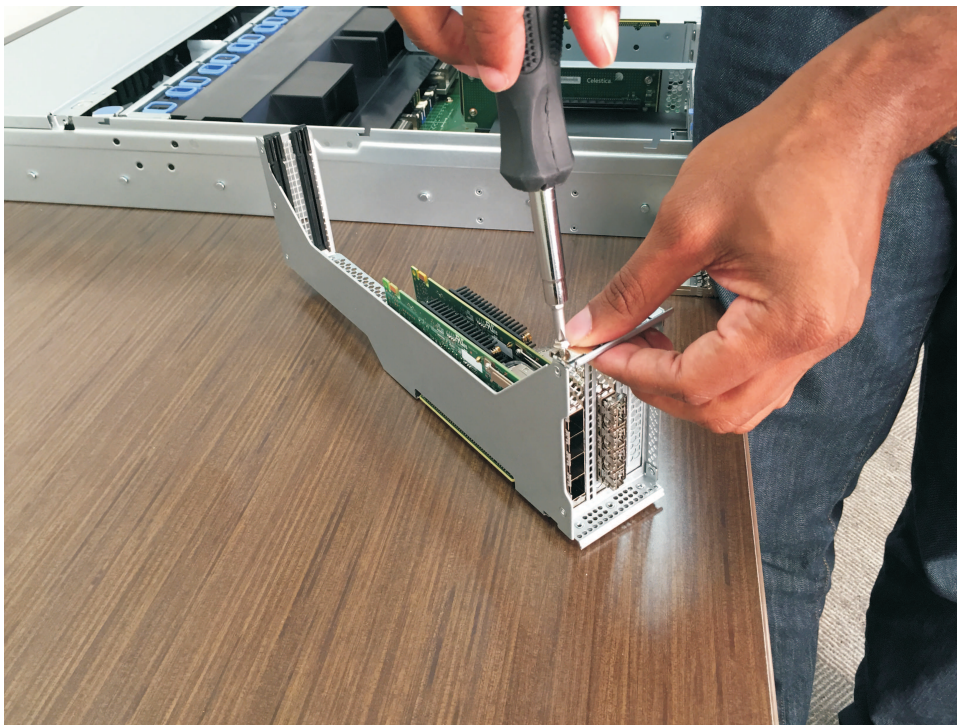

Figura 159. Protegendo o adaptador no conjunto de adaptadores
4. Reconecte o adaptador com segurança ao conjunto de adaptadores, conforme mostrado em Figura 159 na página 191.